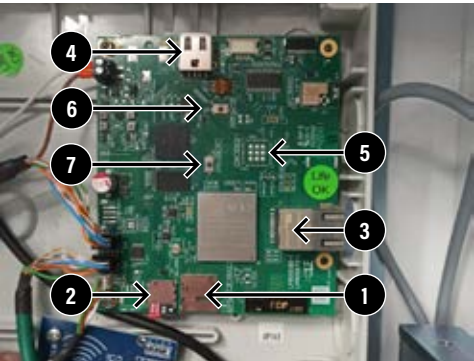

Fig. 7
- Slot sim card (n.1 di Fig. 7).
- Slot microsd (n.2 di Fig. 7).
- Ethernet (n.3 di Fig. 7).
- USB (n.4 di Fig. 7).
- Led presenza tensione (n.5 di Fig. 7).
- Pulsante multifunzione (n.6 di Fig. 7).
- Pulsante riavvio centralina (n.7 di Fig. 7).